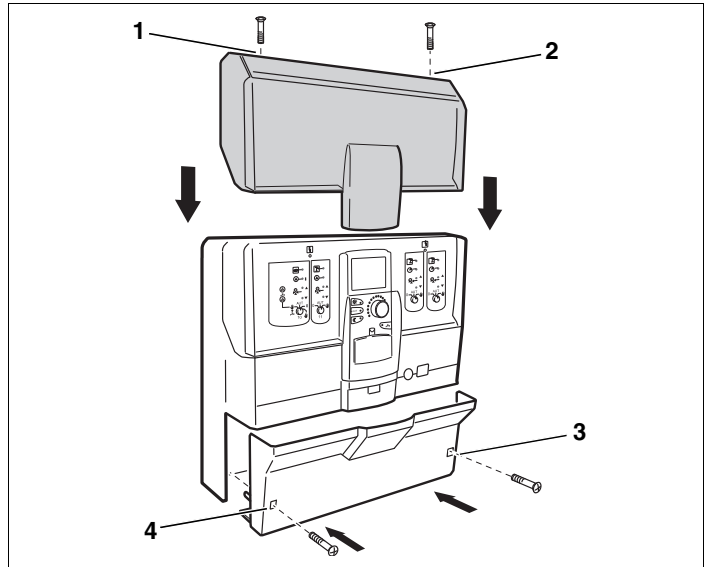

Fig. 10 Montar a tampa da caixa e a cobertura de cabos
- Voltar a aparafusar ambos os parafusos na tampa superior da caixa (→ Fig. 10, [1] e [2]).
- Voltar a aparafusar ambos os parafusos da cobertura de cabos (→ Fig. 10, [3] e [4]).